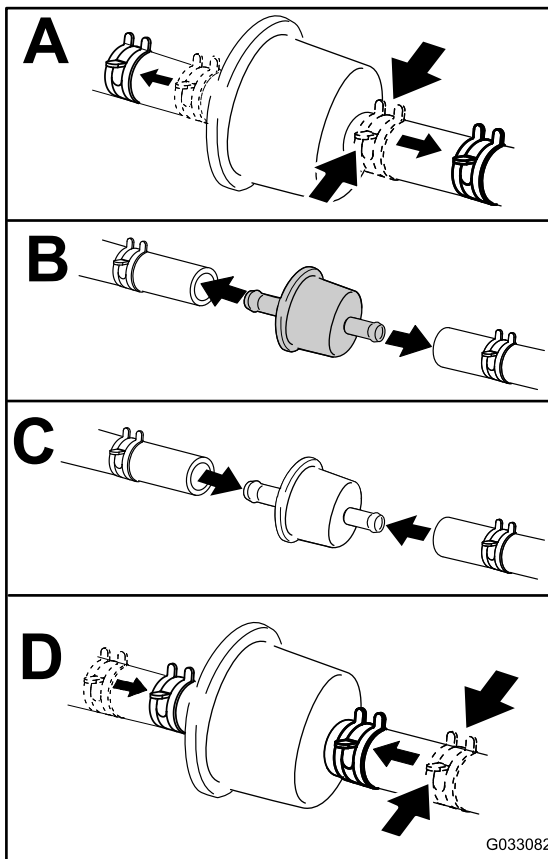

Figura 52
4. Înlocuiți filtrul de combustibil (Figura 52).